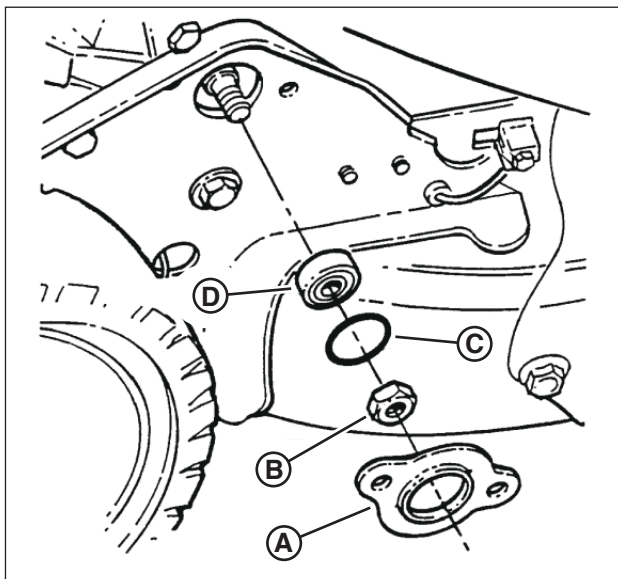

Figure 32 : Remplacer le palier d'arbre hex
2. Enlever le contre-écrou hex 3/8 po (**B**, **Figure 32**), situé sur l'extérieur du support de roue droite.